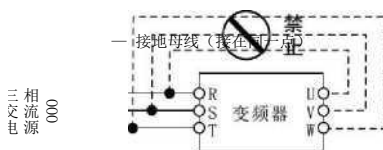

图 1-2
- 严禁将交流电源接到变频器的输出端子 U、V、W 上，否则将会造成变频器的损坏，如图 1-2 所示。
①看